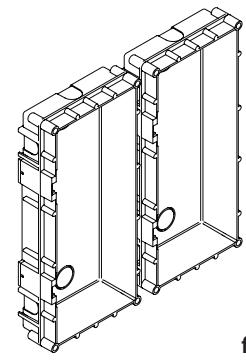

fig. 16
- Inserire i distanziali nella prima scatola da incasso quindi agganciare la seconda ad ottenere il risultato di Fig. 16.